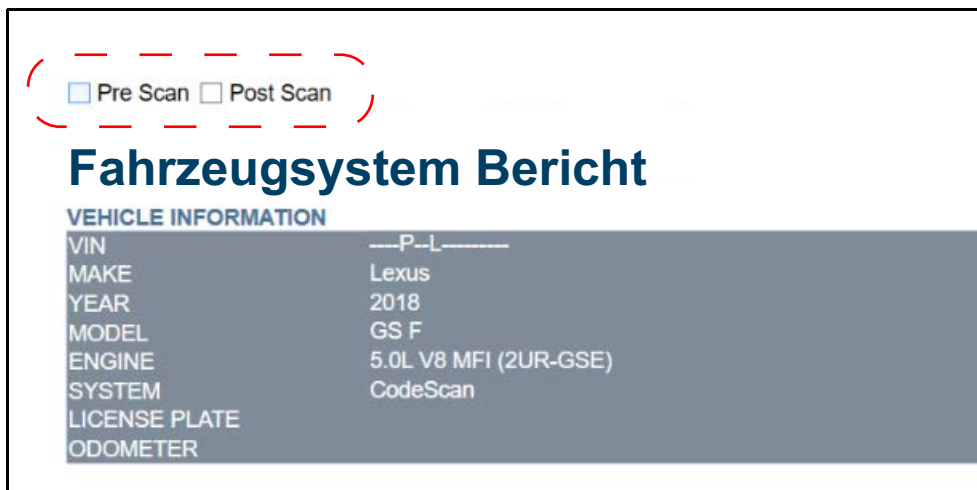

Abbildung 15-9
1. Führen Sie zum Öffnen des Fahrzeugsystemberichts (Abbildung 15-9) in der Code-Scan-Anzeige einen Doppelklick auf die Code-Scan .XML-Datei in der Dateiliste aus.
2. Fahren Sie mit dem Cursor über den in Abbildung 15-9 dargestellten Bereich und wählen Sie die gewünschte Option aus, um sie zur Berichtsüberschrift hinzuzufügen.